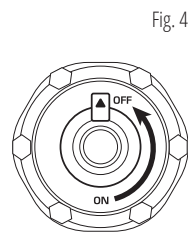

Fig. 4
7. După ce generatorul se oprește, lăsați-l să se răcească și închideți ventilul de aer de pe bușonul de combustibil (puneți pe „OFF”, așa cum se arată în Fig. 4)